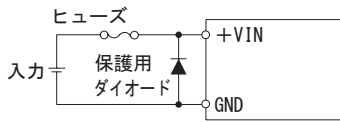

図3.2 逆接続防止
(4) 逆接続の防止
- 入力端子に逆極性の電圧が加わると故障します。逆極性の電圧が加わる可能性がある場合は、図3.2のような保護回路を接続ください。